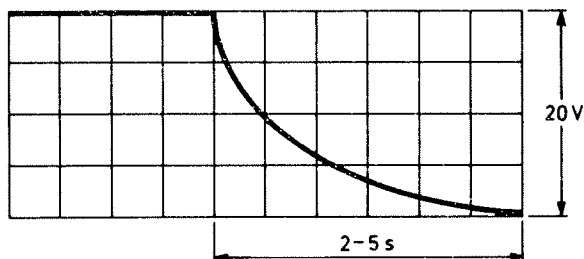

Bild 3
- Dra ut StT och kontrollera oscilloskopbilden, bild 3.